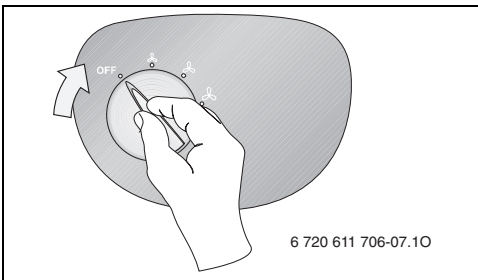

Bild 11
- ▶ Gerät am Stufenschalter im Bedienfeld einschalten (Bild 11).